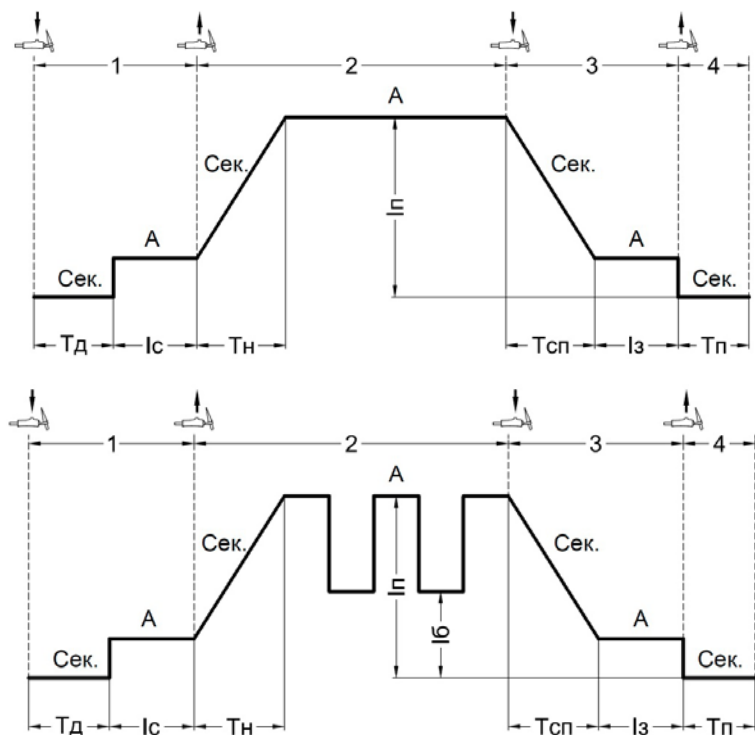

Рис. 7.7. Режим работы аппарата 4Т и 4Т в импульсном режиме.
**Четырехтактный режим (4Т)** рекомендуется использовать при длине сварочных швов свыше 200 мм (См. рис. 7.7).